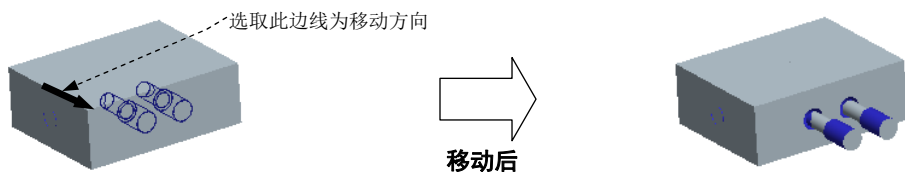

图 15.37 移动滑块
(1) 选择 **模具** 功能选项卡 **分析** 区域中的  命令。系统弹出 **▼ MOLD OPEN (模具开模)** 菜单管理器。
(2) 在系统弹出的“菜单管理器”菜单中选择 **Define Step (定义步骤)** → **Define Move (定义移动)** 命令。
(3) 在系统  为迁移号码1 选择构件。 的提示下，在模型树上选取第一个滑块，在“选择”对话框中单击 **确定** 按钮。
(4) 在系统  通过选择边、轴或面选择分解方向。 的提示下，选取图 15.37 所示的边线为移动方向，输入要移动的距离值 200，然后按回车键。
(5) 在 **▼ DEFINE STEP (定义步骤)** 菜单中选择 **Done (完成)** 命令，移出后的状态如图 15.37 所示。